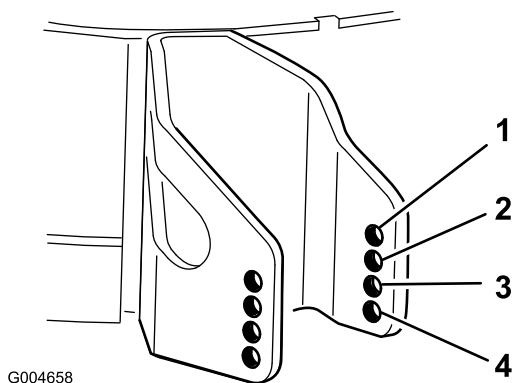

Figure 9
4. Choisissez le trou qui convient pour que le galet anti-scalp se trouve le plus près possible de la hauteur de coupe correspondante voulue (Figure 9).